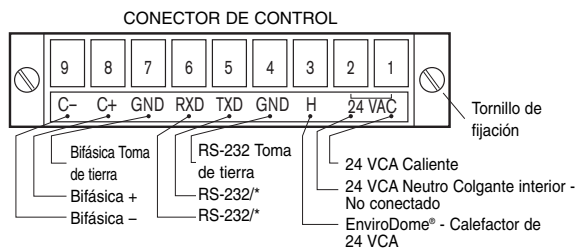

Figura 1
4.3.7. Cablee el conector de 9 patillas como se muestra en la FIGURA 1.
*Si el conmutador deslizante interno (consulte la FIGURA 1, a la izquierda), se fija para funcionamiento mediante RS-485, RXD funciona como DATOS (+) y TXD funciona como DATOS (-).